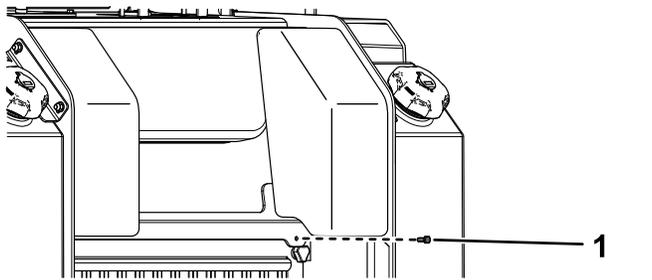

Figura 34
1. Retire el seguro (Figura 34).